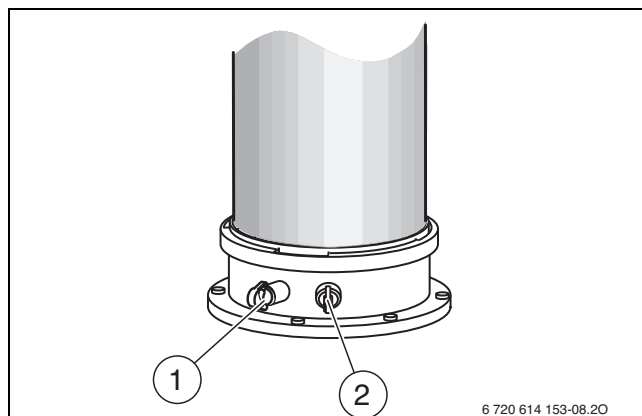

Bild 70 Abgasmessstutzen und Verbrennungsluft-Messstutzen
- ▶ Stopfen am Verbrennungsluft-Messstutzen [2] entfernen (→ Bild 70).
- ▶ Stopfen am Abgasmessstutzen [1] entfernen (→ Bild 70).